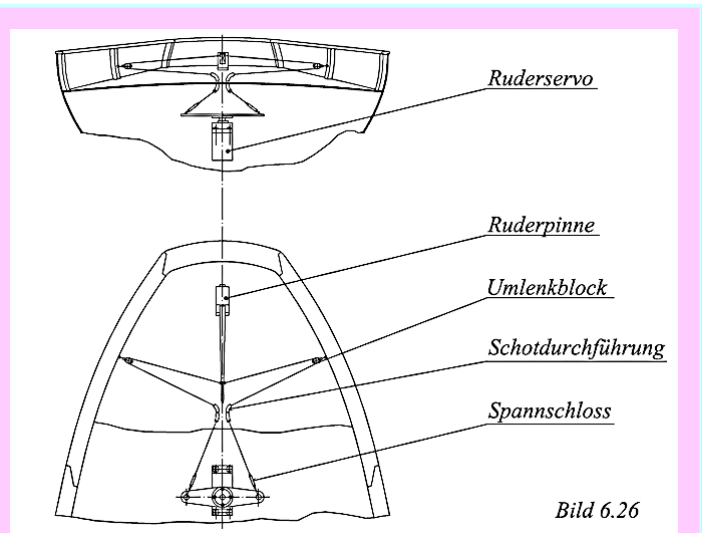

Bild 6.26:
- Das Ruderservo greift über vorgespannte (Stahl?)-Seile auf die Ruderpinne zu (Bild 6.26). Die Seile müssen über leichtgängige Rollen geführt und umgelenkt werden. Um Wassereinbrüche zu vermeiden, muß die Seildurchführung durch das Deck möglichst mittschiffs und/oder oberhalb des Decks ausgeführt werden. Der prinzipbedingte längere Stellweg an der Pinne wird durch einen (selbst hergestellten) längeren Servoarm erreicht. Zu den Nachteilen dieses Systems zählen neben dem großen Platzbedarf für das Ruderservo mit dem langen Arm auch die Reibungsverluste durch die Umlenkungen. Die Optik ist jedoch die eines festgezurrtes Ruders und dadurch sehr vorbildähnlich.